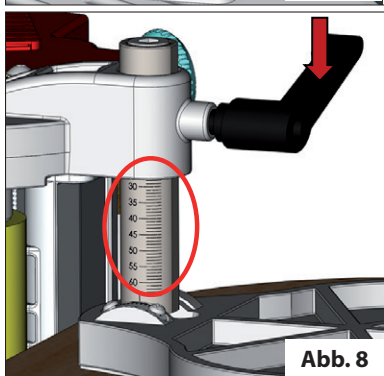

Abb. 8
- Messen Sie die Dicke der zu beklebenden Platte und stellen Sie diesen Wert auf der Skala des Stütztisches ein. Vergewissern Sie sich dass der Verriegelungshebel richtig verriegelt ist (Abb. 8)